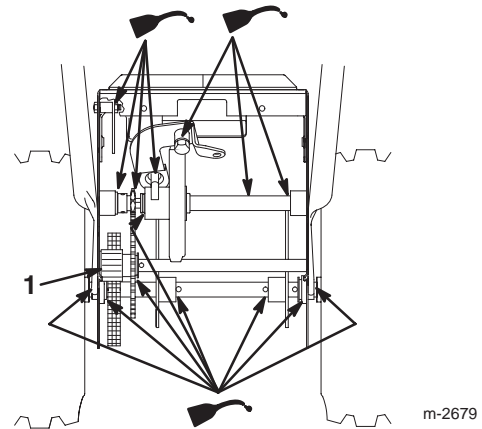

Figure 30
6. Lubrifiez légèrement la déneigeuse avec de l'huile légère comme illustré aux Figures 30 et 31.
8. Graissez légèrement l'engrenage de l'essieu (Fig. 30).